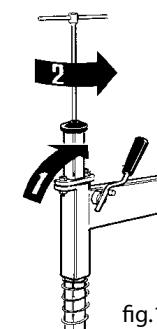

fig.19
- Sbloccare l'asta verticale, alzarla di 10 cm e tornarla a bloccare come da fig.19 (1).
- Release the vertical rod, lift it up 10 cm. and lock it again as shown in fig.19 (1).
- Débloquer la tige verticale, la lever de 10 cm et la rebloquer selon la fig.19 (1) .
- Den Senkrechstab entblocken, 10 cm hochheben und erneut wie auf Abb. 19 (1) blockieren;
- Desbloquear la barra vertical levantarla de 10 cm. y volver a bloquearla nuevamente como muestra la fig. 19 (1).